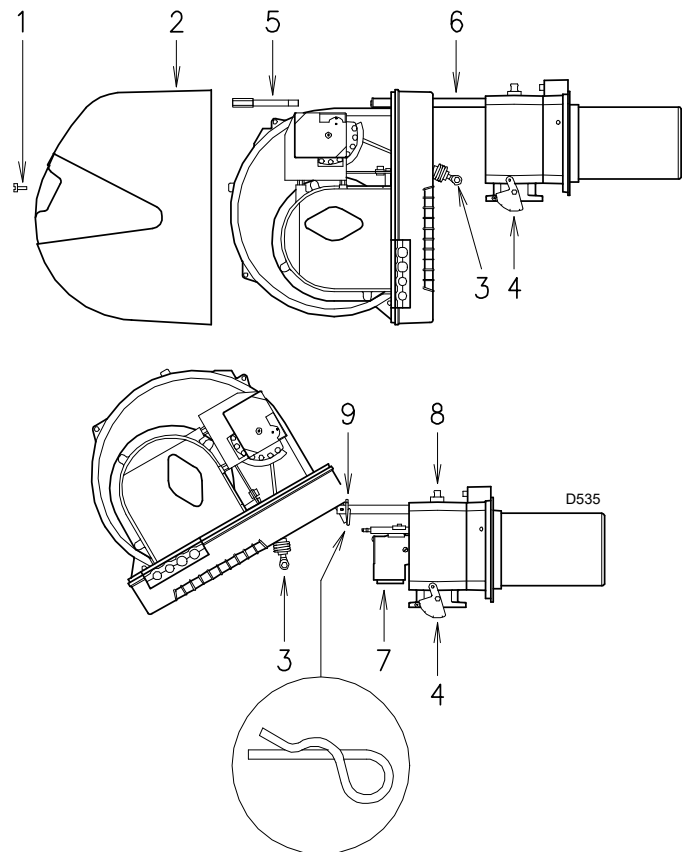

Abb. 34
- Schraube 1)(Abb. 34) entfernen und Haube 2) abnehmen
Nun kann der Gasverteiler 7) nach Entfernung von Schraube 8)(Abb. 34) herausgezogen werden.
- Den Splint 9)(Abb. 34) entfernen und den Brenner bis auf etwa 100 mm von der Muffe wegschieben. Die Kabel wieder einsetzen und den Brenner bis an den Anschlag gleiten lassen. Die Schraube 5) und den Splint 9) wieder einsetzen und die Fühler- und Elektrodenkabel vorsichtig nach außen ziehen, bis sie leicht gespannt sind. Das Gelenk 3) wieder am Skalensegment 4) einhängen.